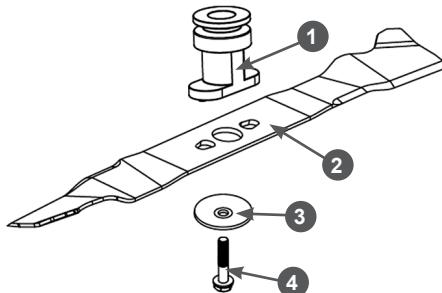

Рис. 24 Установка ножа
3. С помощью соответствующего инструмента открутите болт 4 крепления ножа, снимите шайбу 3 и нож 2 (Рис. 24).
6. Установите нож на направляющие адаптера и закрепите его болтом и шайбой, как показано на Рис. 24. Убедитесь, что нож установлен правиль но.
7. Зафиксируйте нож от проворачивания и надёжно затяните болт 4 крепления ножа (Рис. 24).